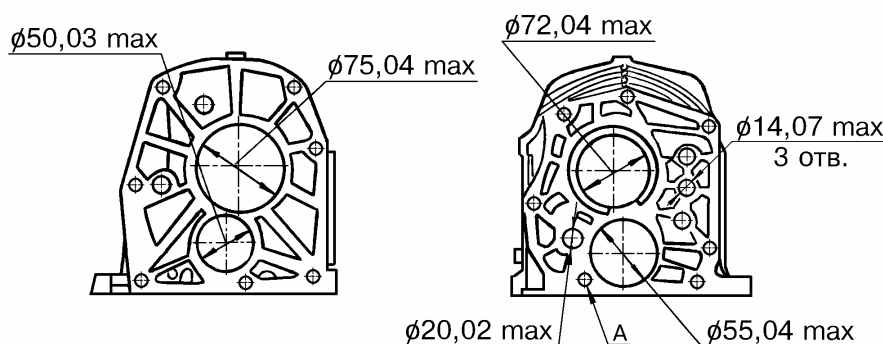

Рис.34. Картер коробки передач:
4.2.2 Картер КП – 2101-1701015, 2107-1701015, рис.34.